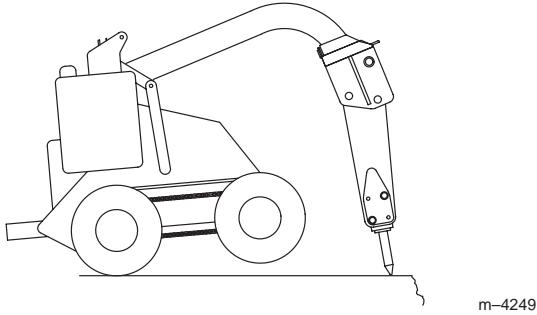

Figure 2
- Placez l'outil à 15 – 45,5 cm du bord de la surface à défoncer, en inclinant légèrement la défonceuse vers le bord (Fig.2).
- Lorsque vous travaillez, exercez toujours une pression vers le bas avec les bras de support jusqu'à ce que l'avant du groupe de déplacement se soulève du sol de quelques centimètres (Fig.2). Maintenez la pression pendant que l'outil traverse le matériau.